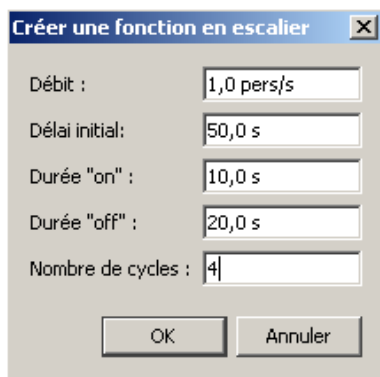
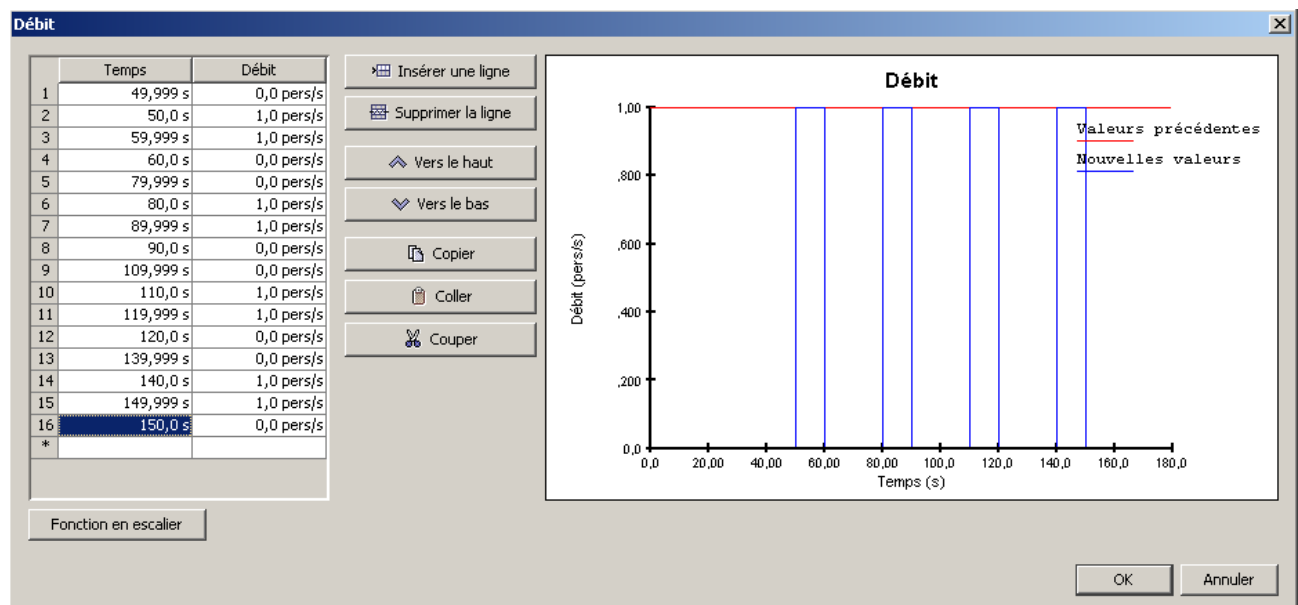

Figure 5.28: Dialogue Créer une fonction en escalier
Figure 5.29: Editeur des débits pour l'arrivée d'occupants
- **Débit** : débit auquel les occupants doivent arriver, en nombre de personnes par seconde. Le débit peut être constant, ou décrit par une fonction dans un tableau. L'éditeur du tableau est présenté dans la figure 5.29 plus loin. L'éditeur peut s'employer pour construire automatiquement une fonction périodique en escalier. Pour cela, cliquez sur le bouton **Fonction en escalier**. Le dialogue
pour décrire la fonction est présenté dans la figure 5.28, avec les données pour générer la fonction montrée en figure 5.29. Les paramètres pour décrire la fonction sont les suivants :